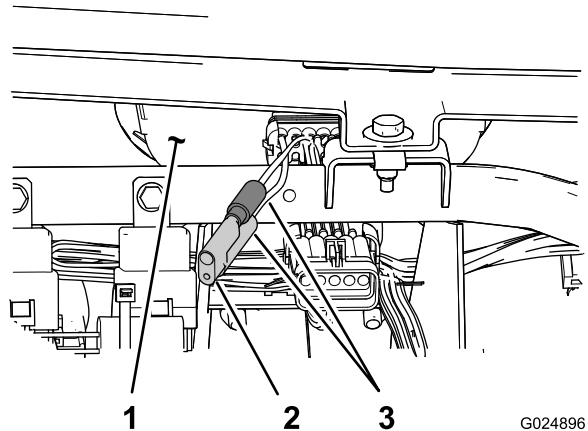

図 78
3. 速度計近くにある接続されていないワイヤ2本を探す 図 78。
4. コネクタプラグをハーネスワイヤから外して、2本のワイヤをいっしょに接続する 図 78。